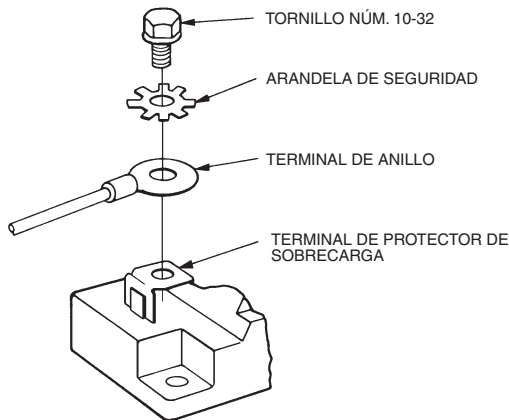

Figura 6 – Apriete tornillos de terminales con par de torsión máximo de 20 Lb-In (2.3 Nm)
Use (1) tornillo y (1) arandela de seguridad con dientes externos para cada una de las conexiones. Ensamble las partes en la secuencia mostrada en la Figura 6.